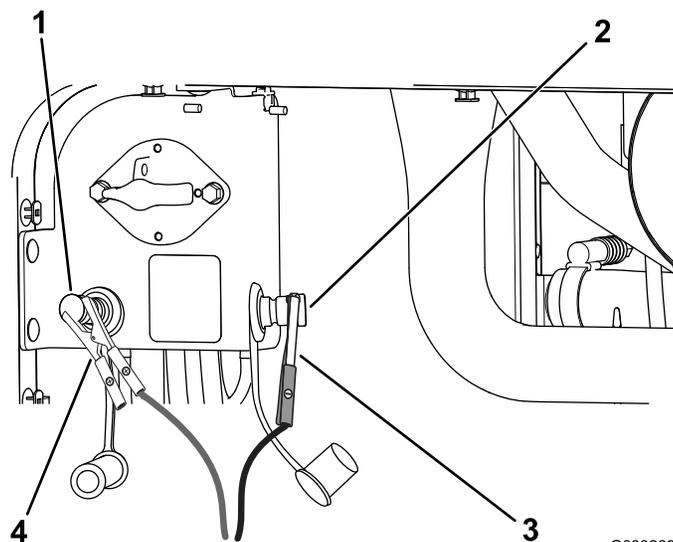

Рисунок 99
4. Подсоедините положительный (+) пусковой соединительный кабель к положительному штырю запуска от внешнего источника (Рисунок 99).
5. Подсоедините отрицательный (-) пусковой соединительный кабель к отрицательному штырю запуска от внешнего источника (Рисунок 99).
7. Когда двигатель запустится, другой человек должен отсоединить отрицательный (-) пусковой соединительный кабель от отрицательного штыря запуска от внешнего источника, а затем отсоединить положительный (+) пусковой соединительный кабель (Рисунок 99).